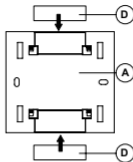

Fig 4.
Ou fixez la plaque de retenue A (fig.4) sur une surface lisse/plane (la surface ne peut pas être métallique) à l'aide des bandes adhésives livrées (D).